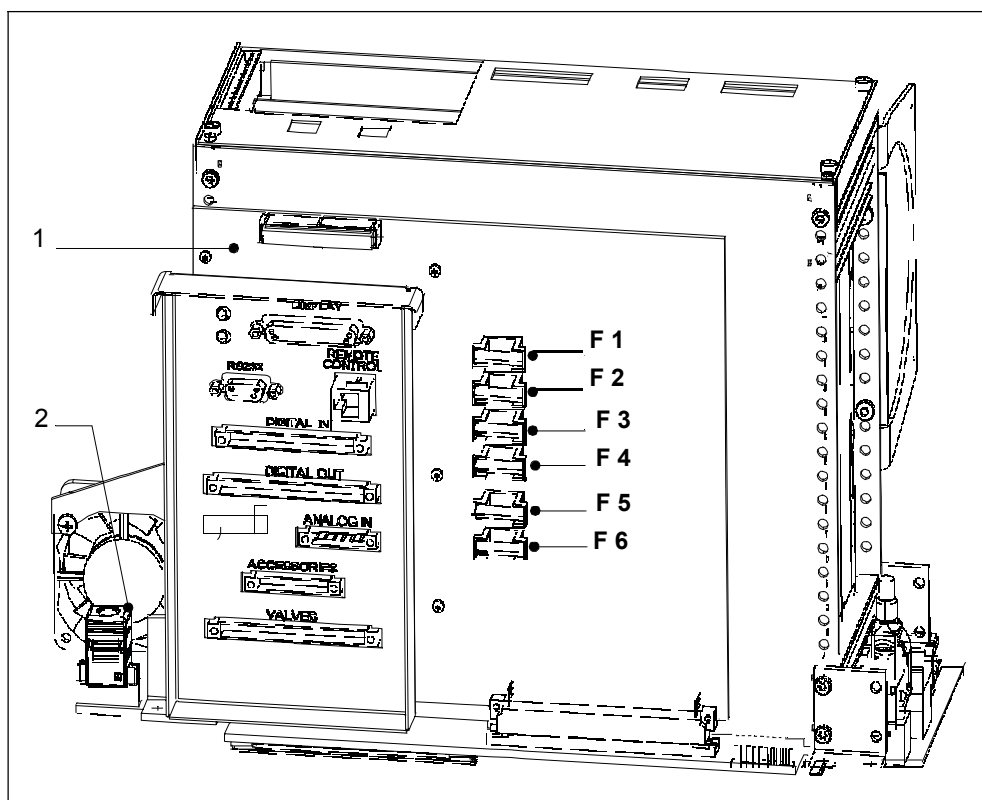

Рис. 7-6 Предохранители на интерфейсной плате (SSK)
- После снятия крышки открывается доступ к предохранителям на интерфейсной плате. Смотрите Рис. 7-6.